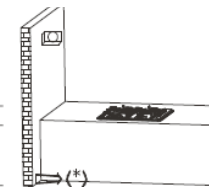

Рис. 3
- В особенности следите за тем, чтобы в случае совместного использования гриля или более чем одной горелки устройства и неактивного механического вентиляционного устройства окно было всегда открыто (рис. 3).